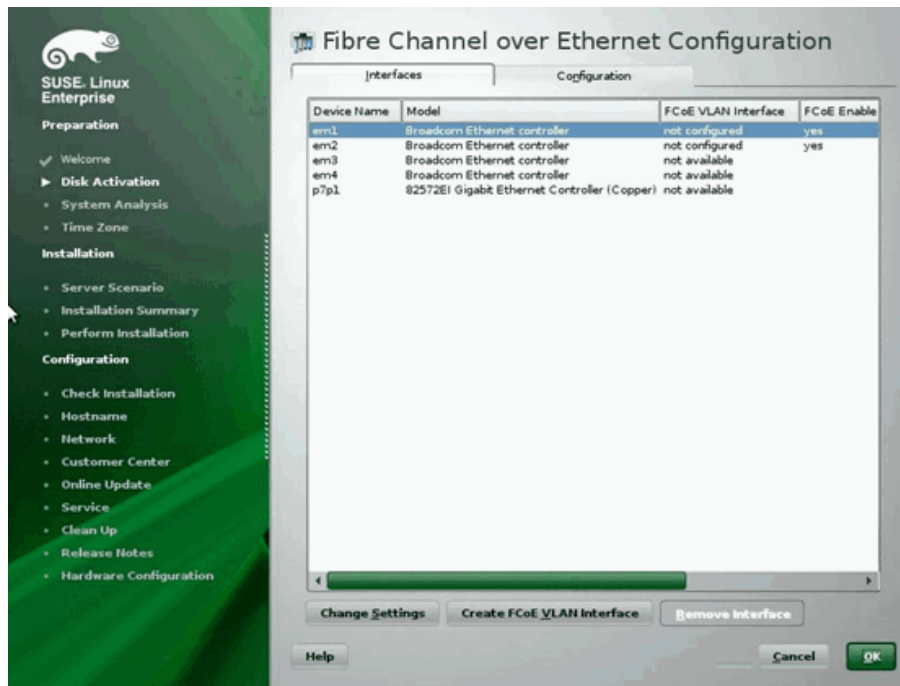

Ilustración 13-15. Activación de FCoE
5. Asegúrese de que **FCoE Enable** (Habilitar FCoE) esté fijado en **yes** (sí) en los puertos de iniciador 10 GbE Marvell que desee utilizar como rutas de inicio de SAN (Ilustración 13-15).